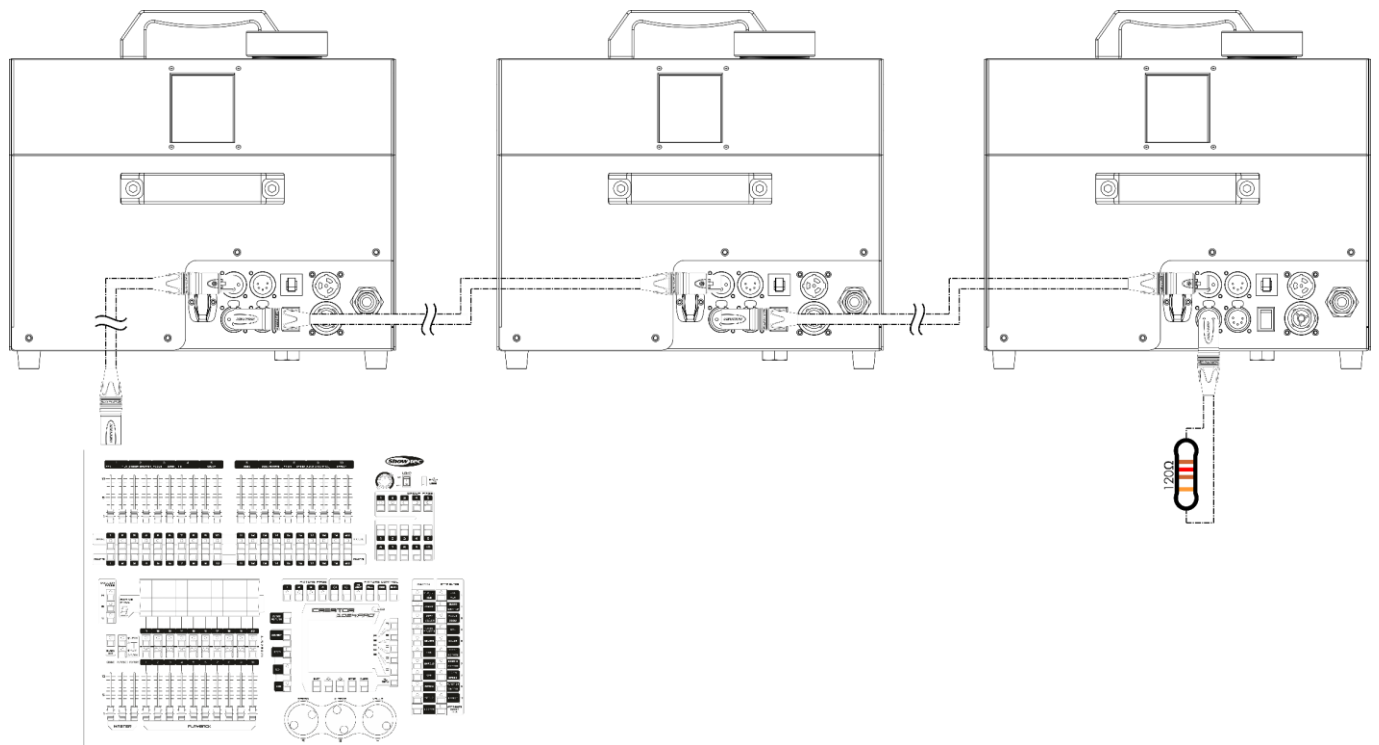

Abb. 04
- 04) Verbinden Sie die Geräte wie in Abb. 04 abgebildet. Verwenden Sie ein DMX-Datenkabel, um den Ausgang (OUT) des ersten Geräts mit dem Eingang (IN) des zweiten Geräts zu verbinden. Wiederholen Sie diesen Vorgang, um das zweite, dritte und vierte Gerät ebenfalls zu verbinden.